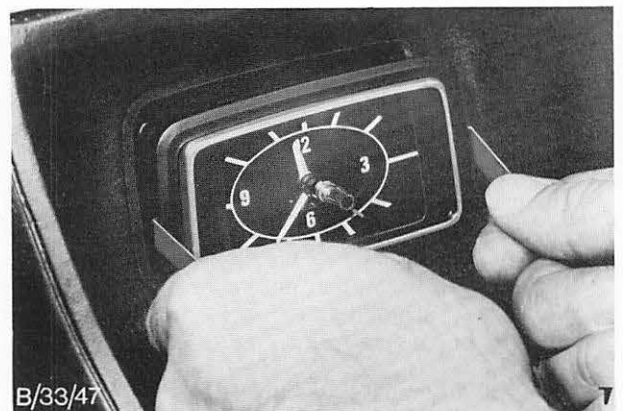

Abb. 38 Krallen der Abzieher nicht hinter der Uhr, sondern hinter der Blende ansetzen
4. Unter Verwendung der Abzieher Zeituhr mit Blende aus der Mittelkonsole herausziehen, Kabelstrang abklemmen und Uhr ausbauen, Abb. 38.